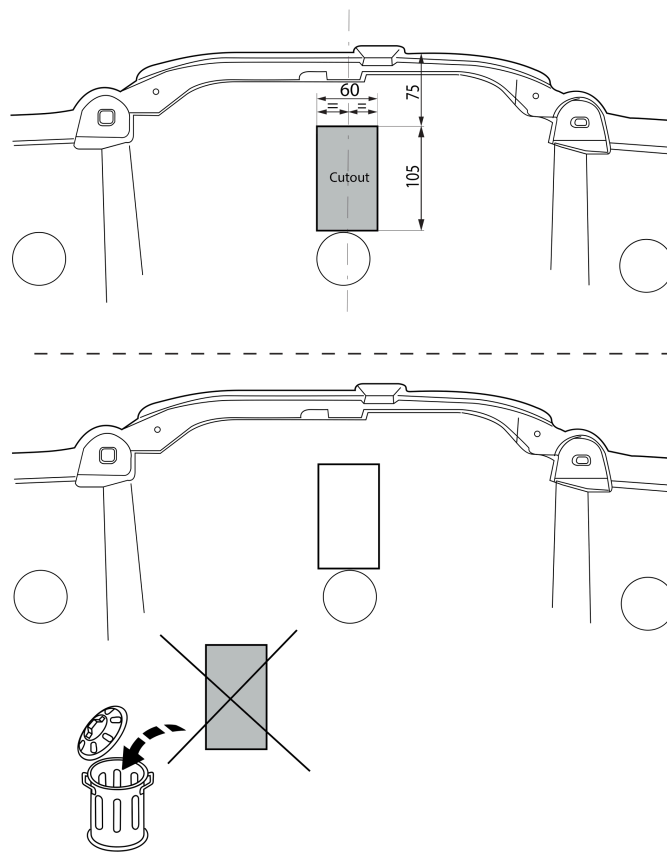

Fig. 2
6. Выпилить часть из пластмассового защитного колпака в середине снизу, как указано на рис. 2.